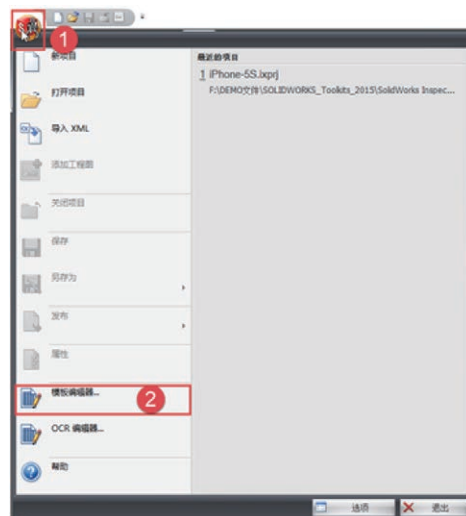

图 1 在弹出的下拉工具栏中选择模板编辑器
(1) 在已运行的 SOLIDWORKS Inspection 独立程序中，点击左上角的 Inspection 图标，在弹出的下拉工具栏中选择模板编辑器，如图 1 所示。